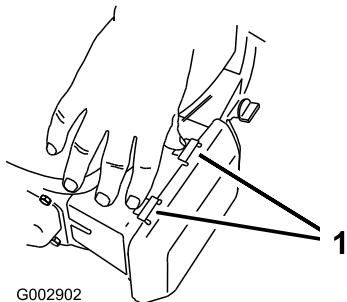

Figure 37
- Appuyez sur les languettes de verrouillage en haut du couvercle du filtre à air (Figure 37).